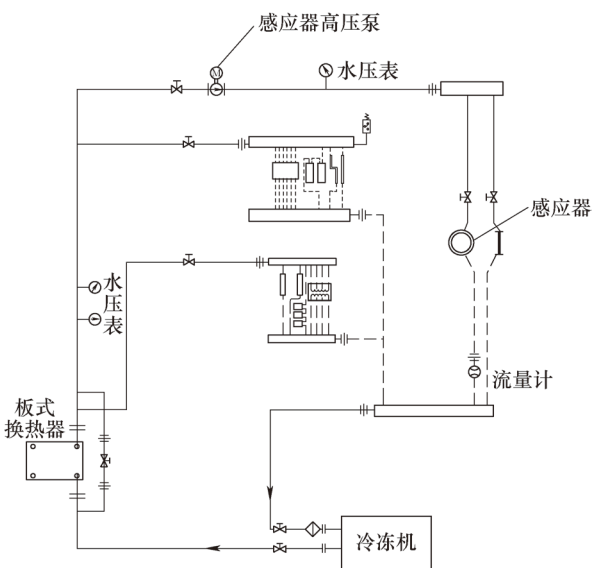

图9 感应器冷却水路增设高压泵
(1) 感应器冷却水路压力 有很多客户购买十堰天舒的感应器，配置到其他品牌的淬火机床上，使用中客户经常抱怨感应器寿命短，希望提高使用寿命。经过实地考察、分析，建议在水路上增设高压泵（见图9），感应器寿命大幅提高。同样的感应器，水路增设高压泵后，感应器冷却水流量比没有高压泵增大了30%（实际感应器由于铜管通径大小差别，可能大于或小于30%）。
(2) 冷却水的选择 冷却水的硬度偏高，感应器在使用过程中，就会在铜管内壁形成水垢，导致铜管与水不能直接接触，使导热变慢，感应器寿命